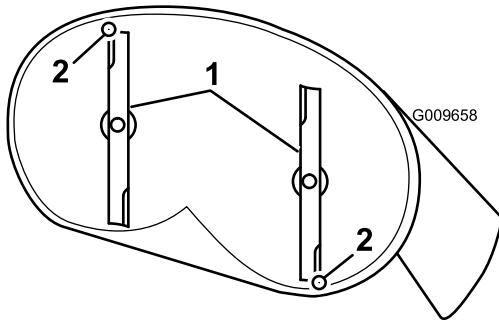
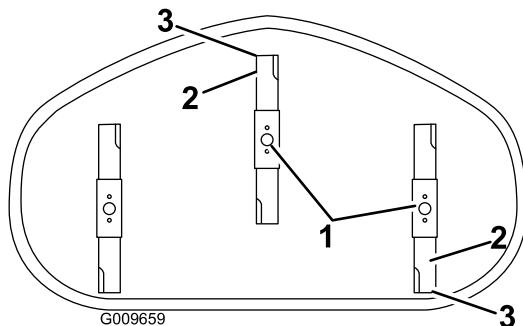

Figura 67
Figura 68
4. Gire cuidadosamente las cuchillas colocándolas en el sentido de avance de la máquina (Figura 67 y Figura 68).
5. Mida entre la punta de la cuchilla delantera y la superficie plana, y entre la punta de la cuchilla trasera y la superficie plana (Figura 67 y Figura 68).
- D. Después de realizar el ajuste, compruebe de nuevo la inclinación longitudinal, y siga ajustando la tuerca hasta que la punta de la cuchilla delantera esté entre 1.6 y 7.9 mm (1/16" y 5/16") más baja que la punta de la cuchilla trasera (Figura 67 y Figura 68).
- A. Afloje la tuerca de ajuste de la varilla de ajuste izquierda (Figura 68).